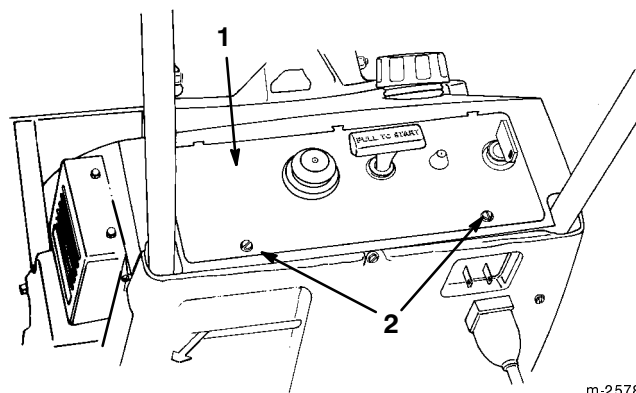

Figure 16
2. Enlevez les deux vis qui fixent le panneau de commande au carter (Fig. 16).
3. Enlevez les deux vis qui fixent le panneau de commande au carter (Fig. 16).